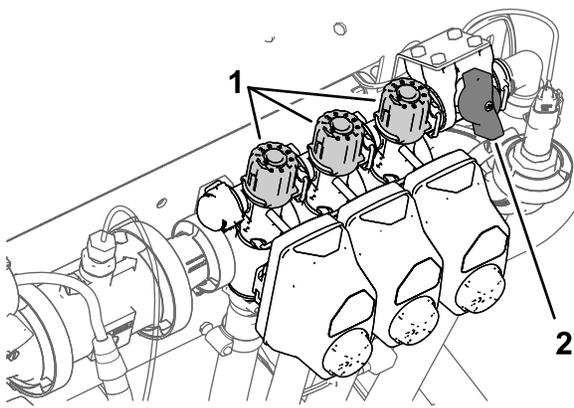

图 34
2. 关闭左喷洒臂段开关并调节喷洒臂段旁通旋钮图 34 直至显示的喷洒率达到表中所示的先前水平。
4. 调节右喷洒臂段旁通旋钮图 34 直至显示的喷洒率达到表中所示的先前水平。
6. 调节中喷洒臂段旁通旋钮图 34 直至显示的喷洒率达到表中所示的先前水平。